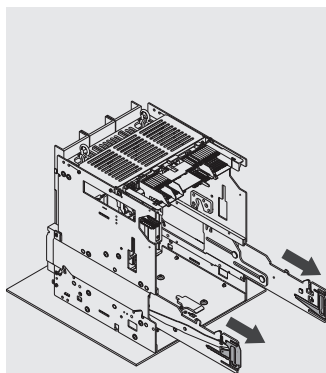

图 35
2. 用适当的操作杆, 将固定部分的导轨取出。 请查阅 图 35.